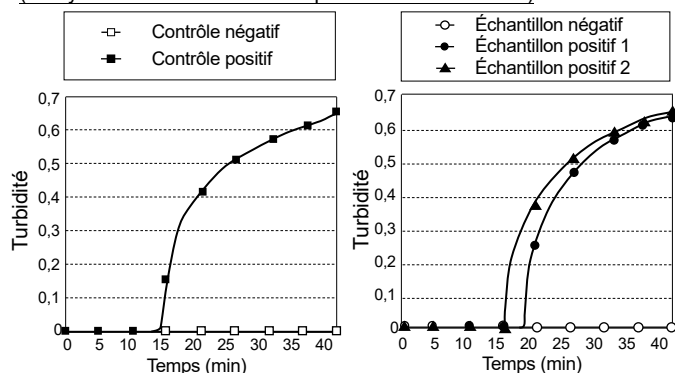

Fig. 1 : Graphique d'amplification pour les contrôles.
- (1) Configurer le turbidimètre en temps réel HumaTurb C+A pour la détection avec ce produit.
- (2) Vérifier que la température affichée atteint 65,0 °C (laisser le turbidimètre se réchauffer pendant 20 minutes avant de l'utiliser).
- (3) Placer les tubes de réaction et commencer la mesure.
- (4) Surveiller l'affichage du turbidimètre et vérifier si une augmentation de la turbidité est observée dans les contrôles positifs et négatifs. Si la turbidité augmente dans le contrôle positif mais pas dans le contrôle négatif, la réaction d'amplification se déroule correctement (Fig. 1). Si ce n'est pas le cas, la réaction d'amplification peut se dérouler dans le mauvais sens. Dans ce cas, retester les échantillons concernés.
- (5) Confirmer la fin de l'inactivation de la polymérase (automatiquement réalisée par le turbidimètre). Retirer tous les tubes de réaction du turbidimètre en temps réel HumaTurb C+A et les jeter sans les ouvrir.
Après avoir confirmé que la turbidité augmente dans le contrôle positif mais pas dans le contrôle négatif, évaluer les échantillons selon les critères suivants (Fig. 1 et 2).